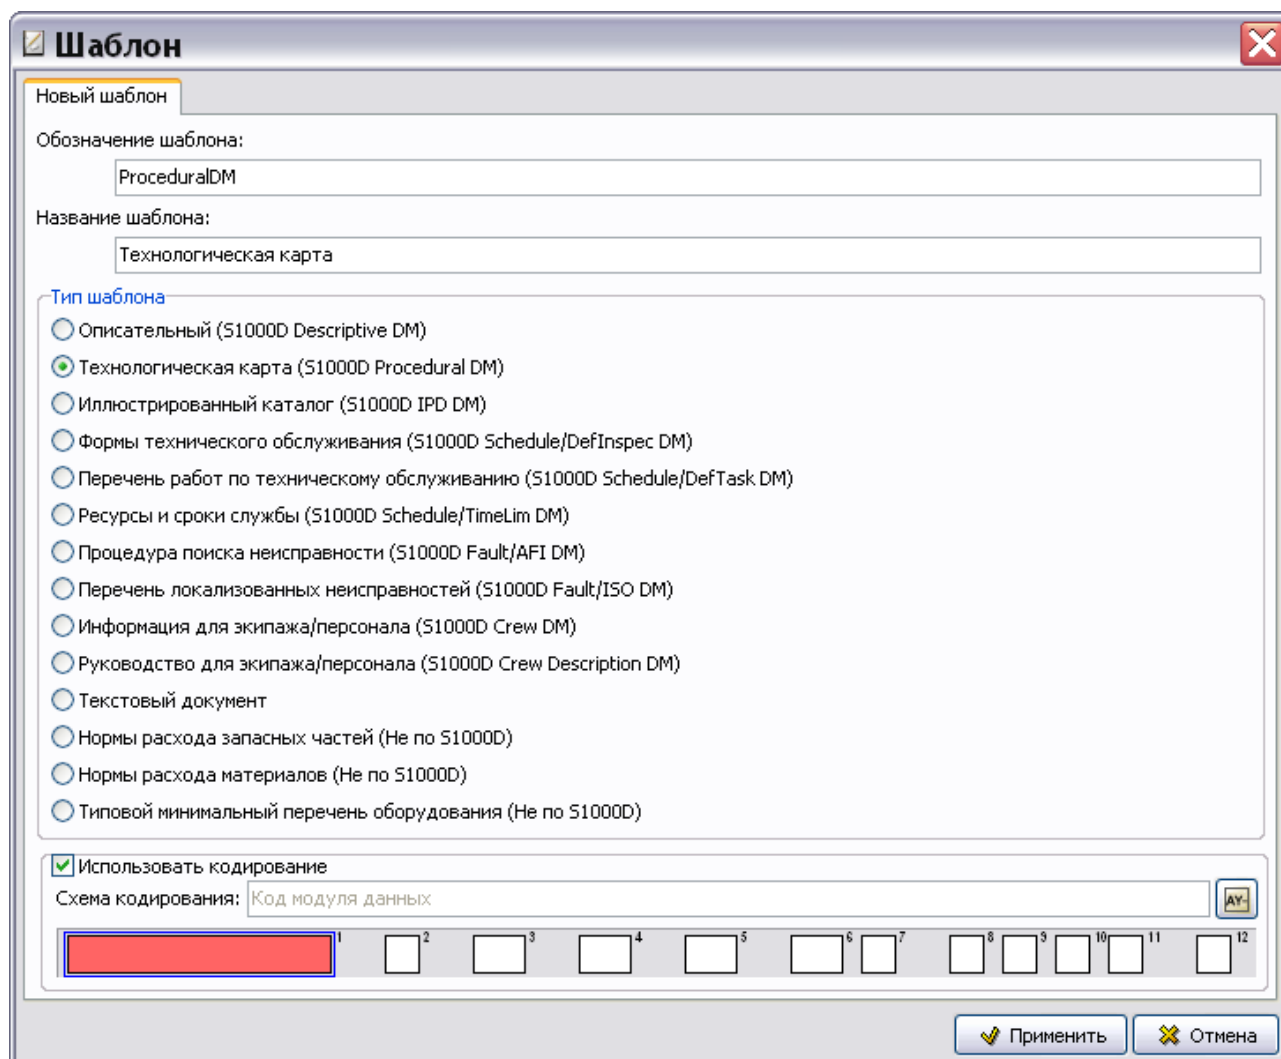

Рис. 3.43
2. В диалоговом окне **Шаблон** введите обозначение шаблона – «ProceduralDM» и название – «Технологическая карта» (Рис. 3.43).